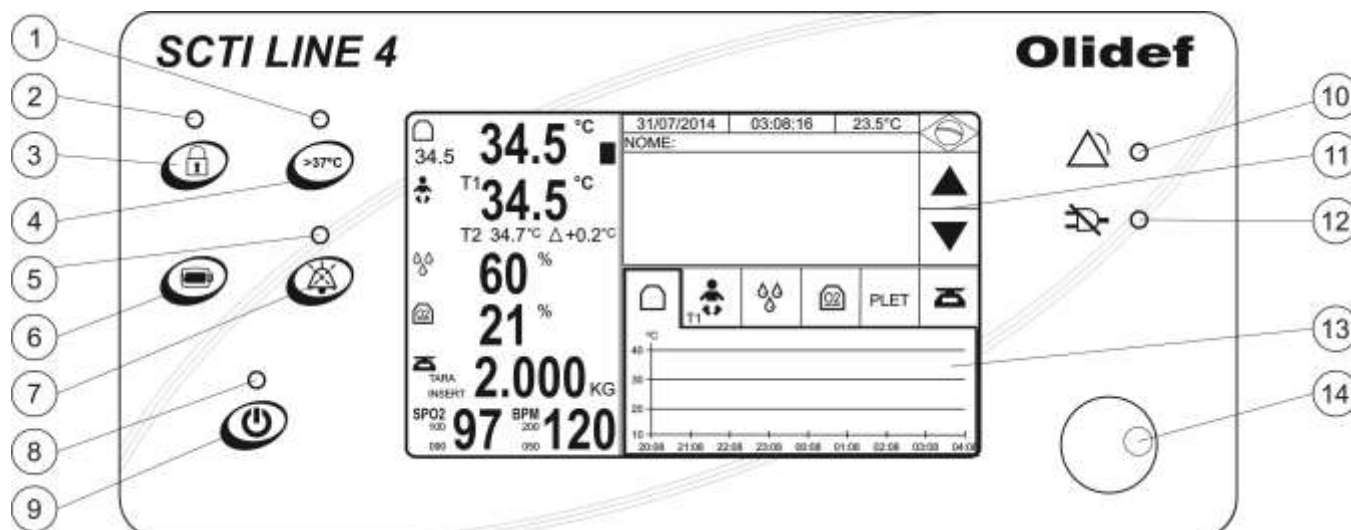
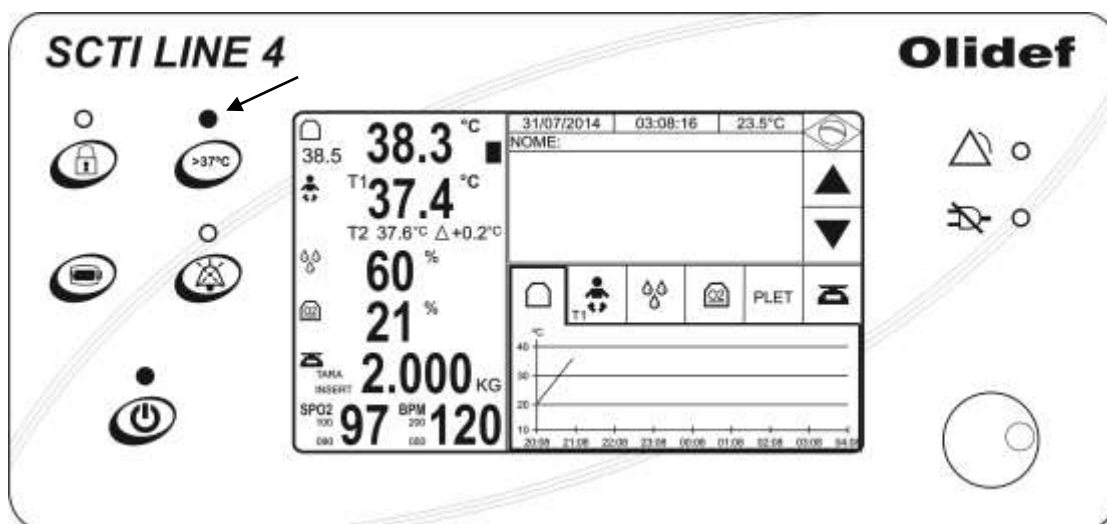

Figura 128 – Painel frontal MC3
Figura 130 – LED indicador tecla ">37°C" acionada
- Para programar um valor, utilize as teclas virtuais de aumento ou redução dos parâmetros (ver item 11 da figura 128) ou gire o botão rotativo (ver item 14 da figura 128) para o valor desejado de temperatura do AR dentro do compartimento do recém-nascido. Para confirmar, pressione o botão rotativo ou aguarde por 5 segundos sem alterar nada no painel.
A Incubadora para recém-nascidos LINE 4 permite que o operador selecione temperaturas superiores a 37°C. Para programar valores acima de 37°C o operador deve: elevar a temperatura até chegar há 37°C (observar um sinal sonoro que será emitido ao tentar elevar a temperatura acima desse valor, mas não será possível) e pressionar a tecla >37°C (tecla 4 da figura 128) para desabilitar uma trava eletrônica, permitindo ajustar a temperatura entre 37,1°C à 39°C, a partir desse momento o indicador luminoso >37°C (indicador 1 da figura 128) acenderá indicando que a faixa > 37°C está habilitada, conforme figura 130.
- Para programar o valor acima dos 37°C, utilize as teclas virtuais de aumento/redução (item 11 da figura 128) dos parâmetros ou gire o botão rotativo, pois com a indicação ">37°C" acionada é possível selecionar valores acima do limite, para confirmar pressione o botão rotativo ou aguarde a confirmação automática após 5 segundos sem fazer alterações.
- Para programar um valor, utilize as teclas virtuais de aumento ou redução dos parâmetros (item 11 da figura 128) ou gire o botão rotativo para seleção da temperatura do RN. Para confirmar pressione o botão rotativo ou aguarde a confirmação automática após 5 segundos sem fazer alterações.
- Para programar o valor acima dos 37°C, utilize as teclas virtuais de aumento/redução (item 11 da figura 128) dos parâmetros ou gire o botão rotativo, pois com a indicação “>37°C” acionada é possível selecionar valores acima do limite, para confirmar pressione o botão rotativo ou aguarde a confirmação automática após 5 segundos sem fazer alterações.